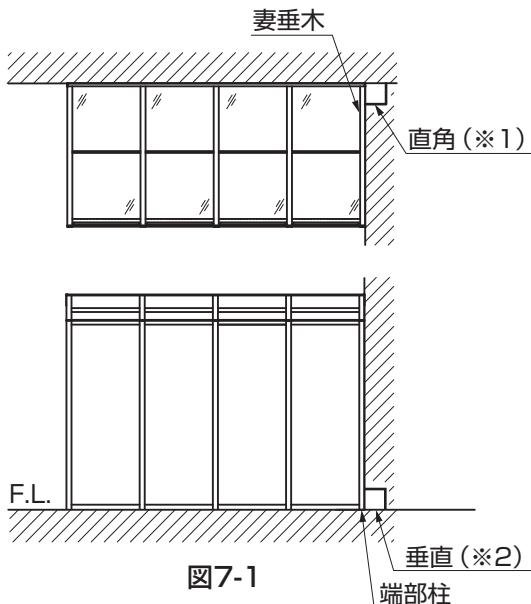

図7-1
- 躯体外壁の直角度（※1）、垂直度（※2）に狂いが生じている場合は、取付けることができませんので、修正してください。修正時の部材については、現場で手配してください。（図7-1参照）